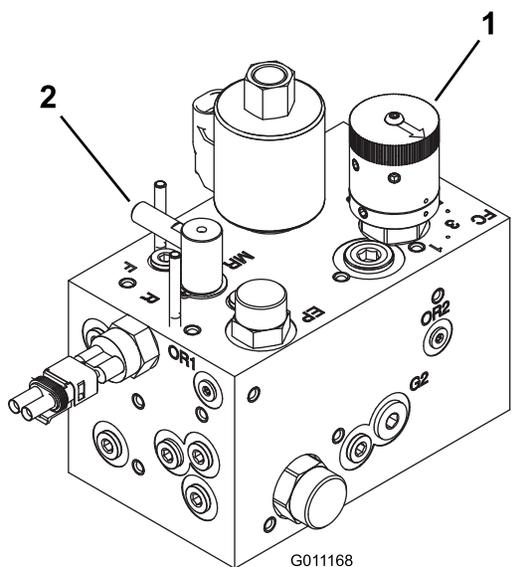

图 39
3. 将滚刀速度控制旋钮图 39 转动至步骤 1 中确定的滚刀速度数字。